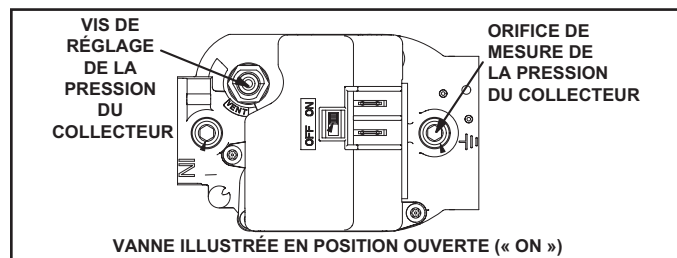

FIGURE 2
Fonctionnement de la vanne de gaz (Figure 2)
- 6 - Mettre le levier de la vanne de gaz sur OFF (FERMÉE). Voir Figure 2.
- 8 - Mettre le levier de la vanne de gaz sur ON (OUVERTE). Voir Figure 2.